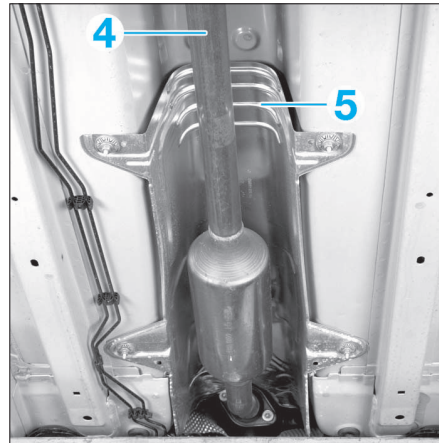
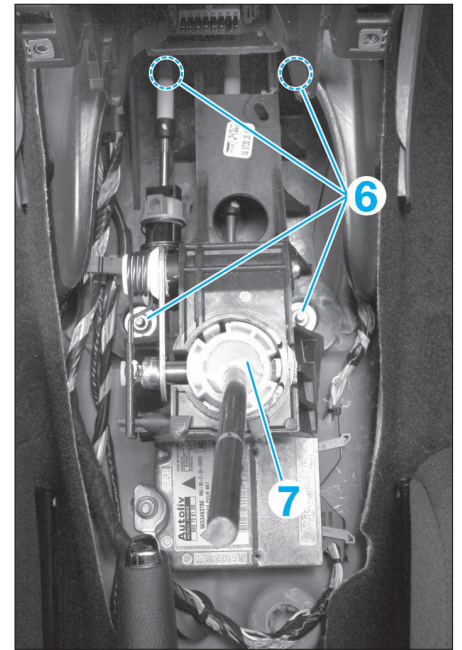

FIG. 7
FIG. 8
- Déverrouiller les arrêts de gaines des câbles du support (1). Pour cela :
- appuyer sur les languettes de l'agrafe (2) en "b", à l'aide d'un petit tournevis plat
- Déposer (Fig.7) :
- le tube intermédiaire d'échappement (4)
- l'écran thermique (5)
- les 4 écrous (6) (Fig.8)
- l'ensemble du boîtier de commande des vitesses (7) avec ses câbles.